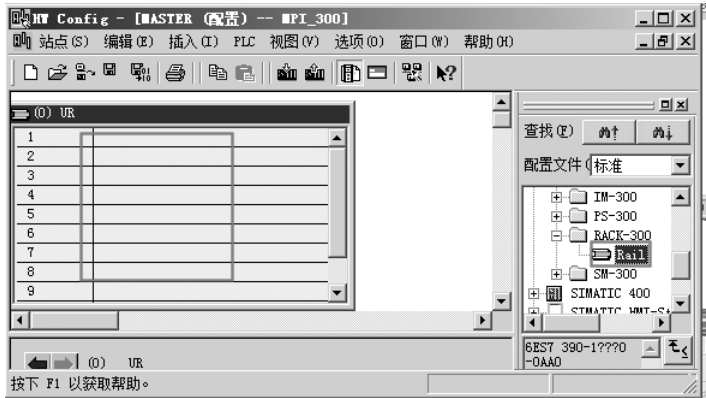

图 8-33 插入导轨
2) 插入导轨。双击“Rail”，弹出导轨，如图 8-33 所示。注意此导轨编号为 0。